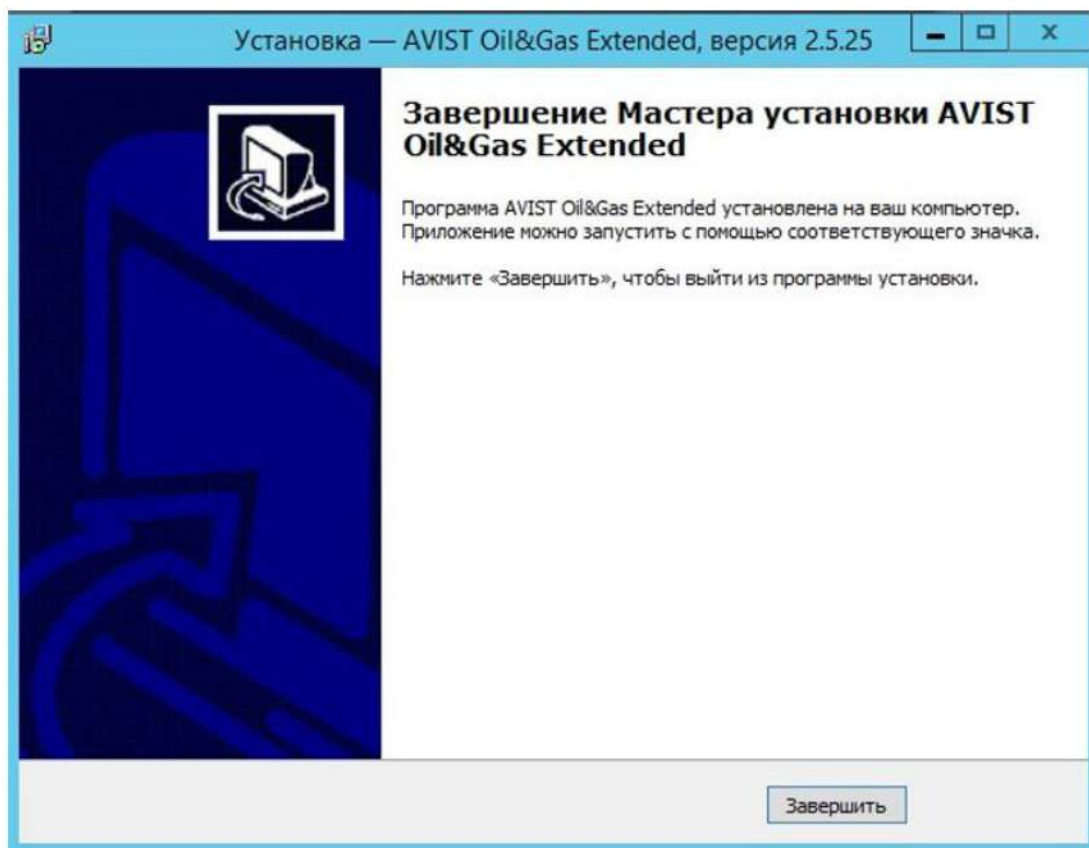

Рисунок 39 - Завершение установки
11) Нажать кнопку «Завершить» (Рисунок 39). Установка завершена.